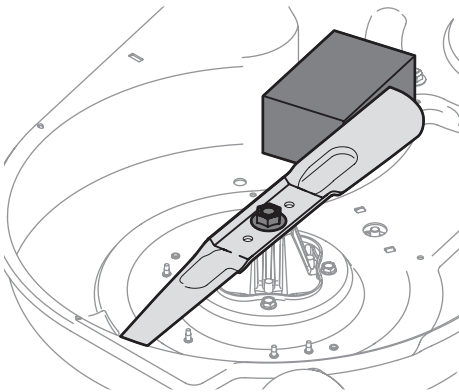

Figura 4-6
2. Coloque un bloque de madera entre el deflector del alojamiento de la plataforma y la cuchilla de corte para que actúe como estabilizador. Vea la Figura 4-6.
3. Extraiga la tuerca de brida hexagonal que asegura la cuchilla al montaje del husillo. Vea la Figura 4-6.